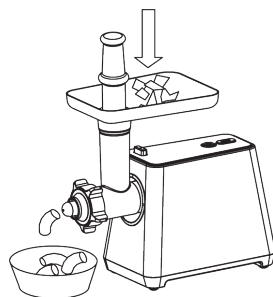

Рис.9
- 7.3.3 Используйте толкатель, как указано на рис. 9, постепенно подавая мясо в лоток.